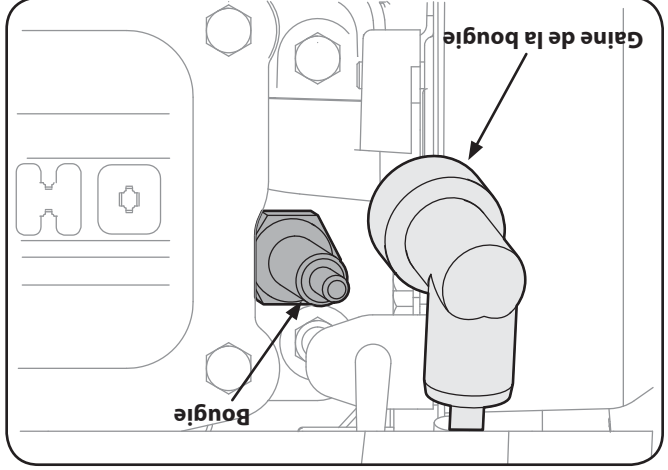

Figure 6-4
- Dégagez la gaine de la bougie et utilisez une clé à bougie pour la démonter. Voir la Figure 6-4.